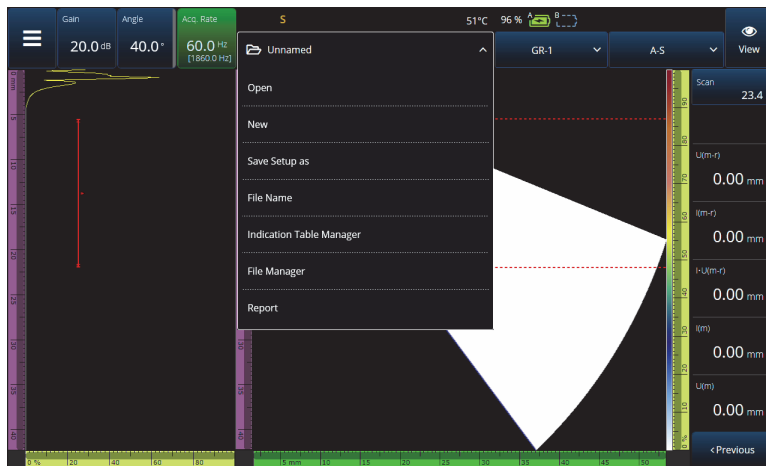
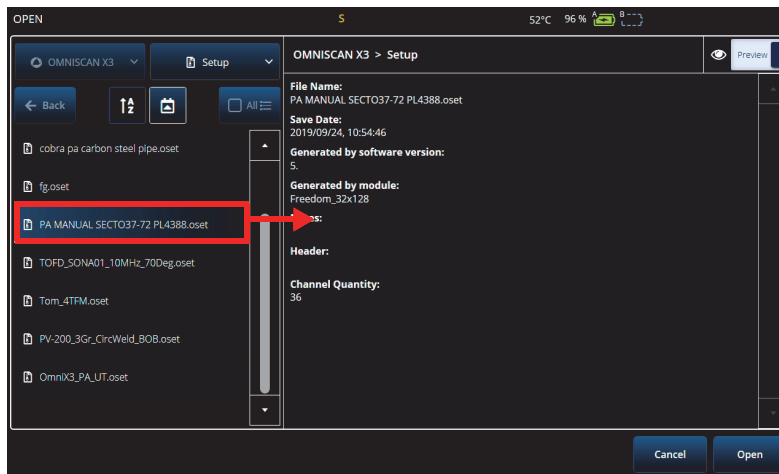

Figura 6-1 Menú archivo
Figura 6-2 Menú Abrir
Las configuraciones y los datos de inspección se guardan y organizan mediante archivos y se presentan en informes. Es posible usar el menú **Archivo** para acceder a los múltiples parámetros de archivos, la herramienta **Informes**, y el **Administrador de archivos** (ver Figura 6-1 en la página 209).
- Para guardar su archivo de configuración, seleccione la opción **Guardar conf. como** en el menú **Archivo** (ver Figura 6-1 en la página 209).
- Para abrir un archivo, seleccione **Abrir** en el menú **Archivo** (ver Figura 6-1 en la página 209), y después seleccione el directorio en el que se encuentra el archivo. Es posible abrir el archivo de configuración o el archivo de datos al seleccionar el tipo de archivo. Asimismo, es posible ordenar los archivos de forma alfabética o por fecha usando el ícono de **Filtrar**, y obtener una vista previa del archivo seleccionado (ver Figura 6-2 en la página 210).